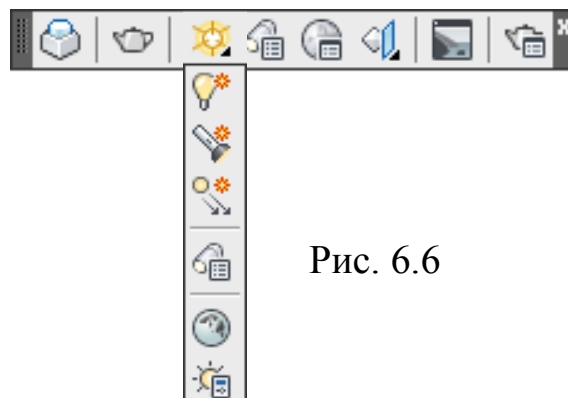

Рис. 6.6
12. Нажать (не отпуская) левой кнопкой мыши кнопку **Источники света** панели визуализации (рис. 6.6) и выбрать кнопку **Свойства солнца**
17. Для изменения положения солнца щёлкнуть кнопку  (рис. 6.6), далее **Ввести значение положения (Редактировать существующее положение)**, задав новое положение через поле **Угол (Angle)**, например, **330, ОК**.